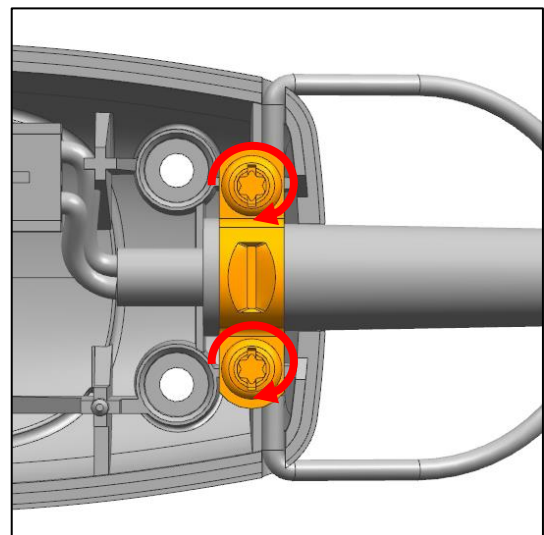

Abb. 26
- b) Schrauben Sie die Zugentlastung mit 2 Schrauben (Abb. 26) mit jeweils 1Nm fest und fixieren Sie damit das Kabel in der Kabeltülle. Achten Sie darauf dass der isolierte Teil des Kabels 3mm bis 5mm ins Gehäuse hineinreicht.